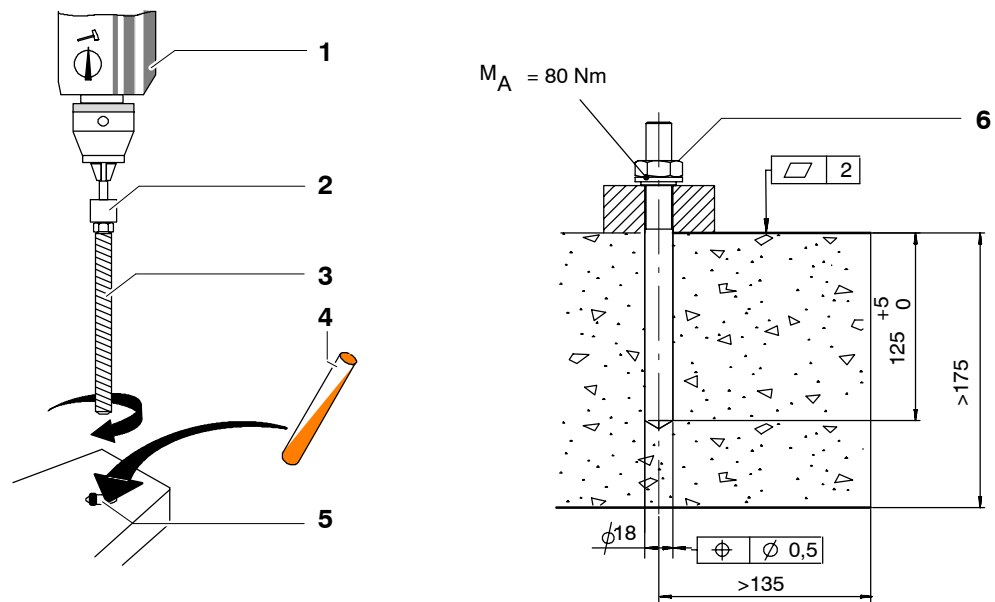

Fig. 44 Fixation du manipulateur, variante 1
- (11) Monter neuf cartouches de mortier (Fig. 44/4).
- (12) Pour chaque trou pour chevilles (5), monter une tige filetée (3). A cette fin, fixer l'outil (2) dans la perceuse (1). Monter la tige filetée pour l'introduire dans le trou pour chevilles, avec une vitesse max. de 750 min⁻¹ de la perceuse. La tige filetée est en place, lorsque le mortier de collage a été correctement mélangé et que le trou pour chevilles dans le béton est rempli intégralement jusqu'aux bords. Si le trou pour chevilles n'est pas intégralement rempli, il faut immédiatement, à nouveau, retirer la tige filetée et monter une nouvelle cartouche de mortier.
(13) Laisser durcir le mortier.